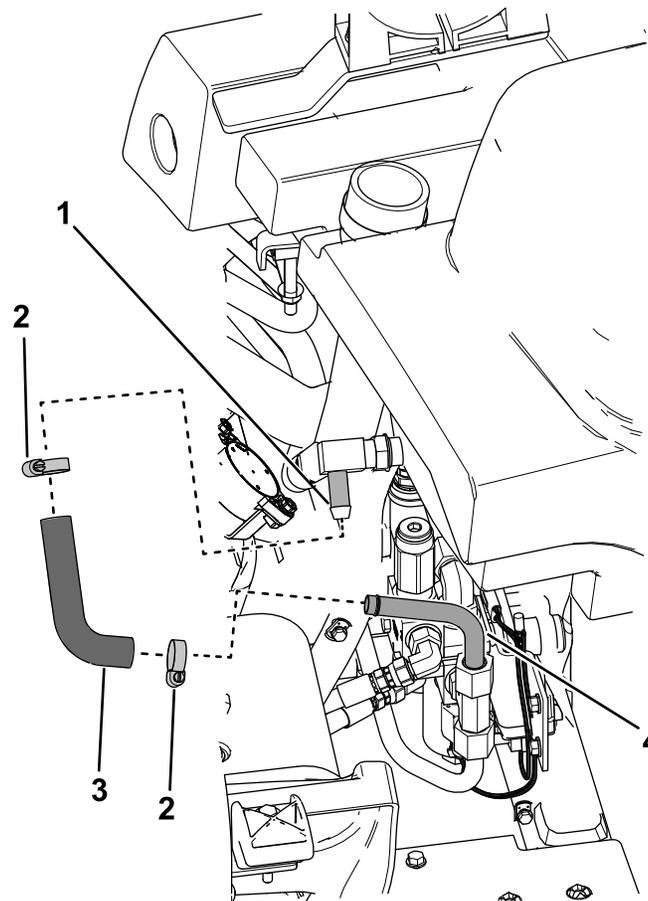
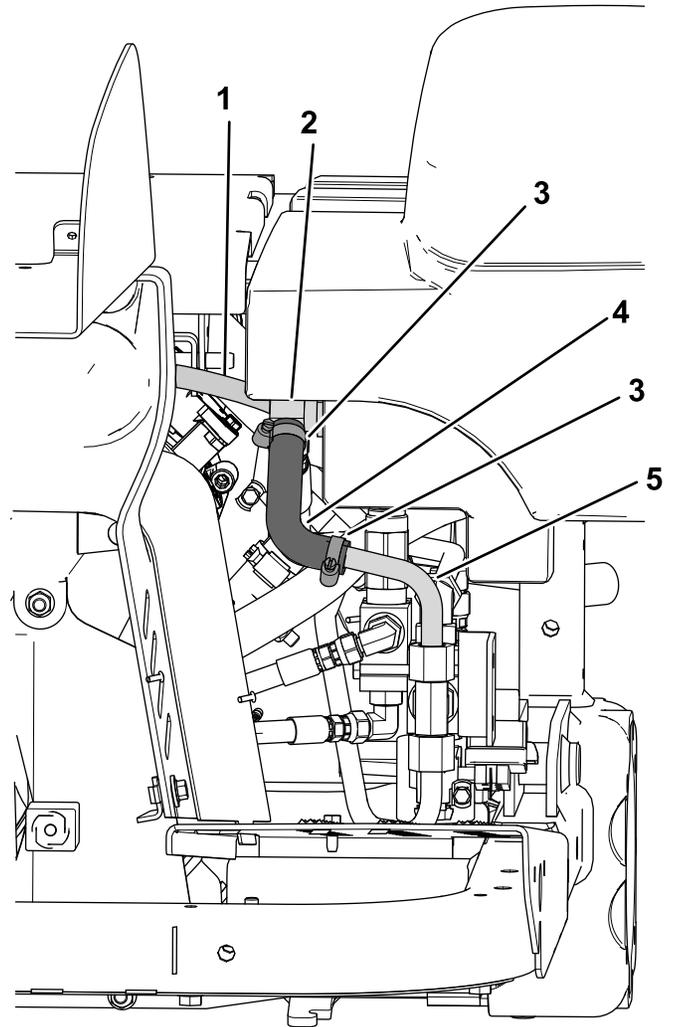

図 24
図 31
3. バルブの側部組みつけられたフィッティングに油圧ライン4番を取り付ける 図 24。
11. モールドタイプの細い油圧ホースに小さいホースクランプ2個を取り付ける 図 24と図 31。
12. モールドホースの長い方の端部を、油圧オイルタンクの 90 度 T 字フィッティングに取り付ける 図 31。
13. モールドホースの短い方の脚を、油圧ライン4番のバーブ端部に取り付ける 図 31。
15. 油圧ラインホース5番を、小さい 90 度 T 字フィッティングに仮止めする 図 31。